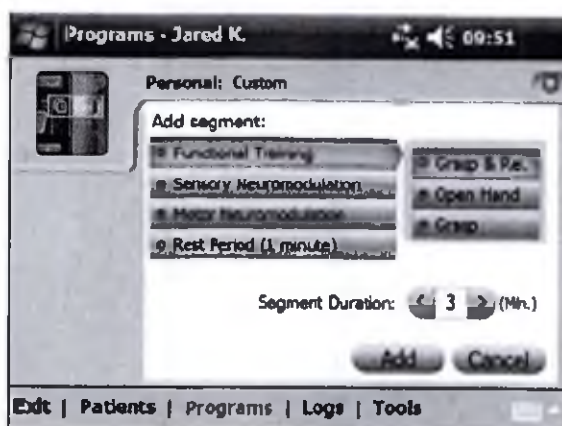

Рис. 8-30 Окно добавления сегментов к персональным программам пользователей.
7. Чтобы добавить сегмент, нажмите Add, чтобы открыть окно добавления сегмента. См. рисунок 8-30. Выберите нужный сегмент, настройте его длительность и нажмите Add. Добавленный сегмент появится в нижней части списка сегментов.